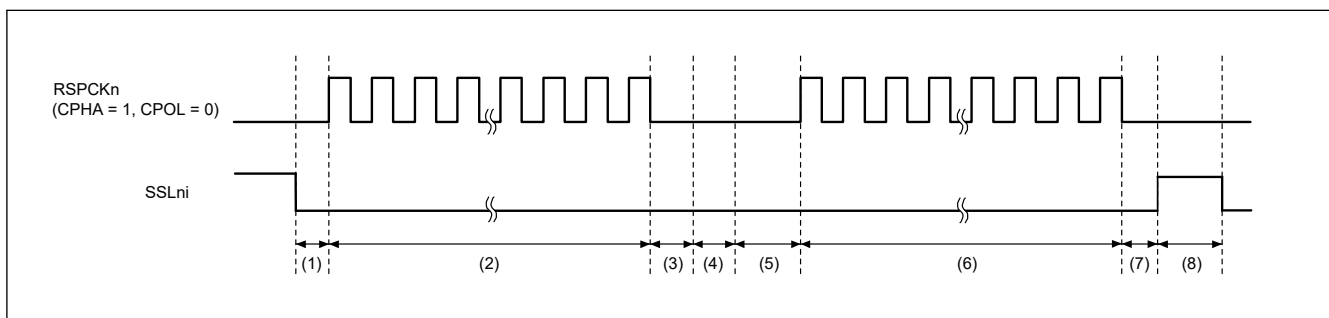

図 30.60 SSLKP ビットを利用したバースト転送の動作例 (BFDS = 0, SPFRF = 0)
図 30.60 に、SPCMD0 および SPCMD1 レジスタの設定値を使用してバースト転送を実現した場合の SSLni 信号の動作例を示します。以下では、図 30.60 に示す (1)~(8) の SPI の動作内容について説明します。SSLni 出力信号の極性は、SPI SSLni 信号極性ビット (SPCR3.SSLiP) (i = 0~3) の設定値で決まります。